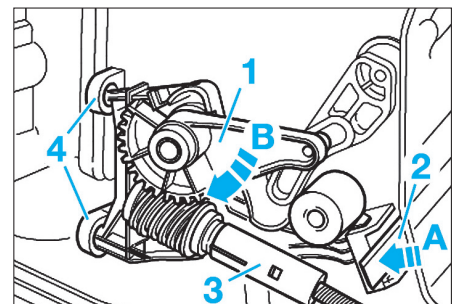

FIG. 31
- Retirer l'arbre flexible (3) de l'unité de positionnement (Fig.31).